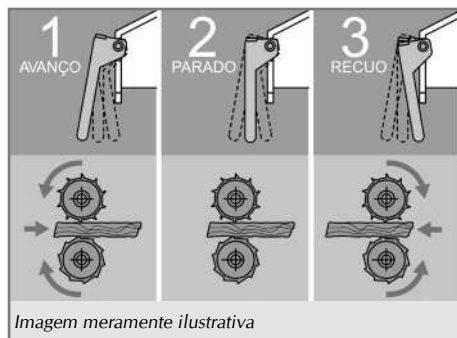

Figura 12
- ✓ Para acionar os rolos alimentadores, movimente a barra de acionamento localizada no funil de alimentação para testar os 3 estágios: avanço, parado e recuo, conforme Figura 12.